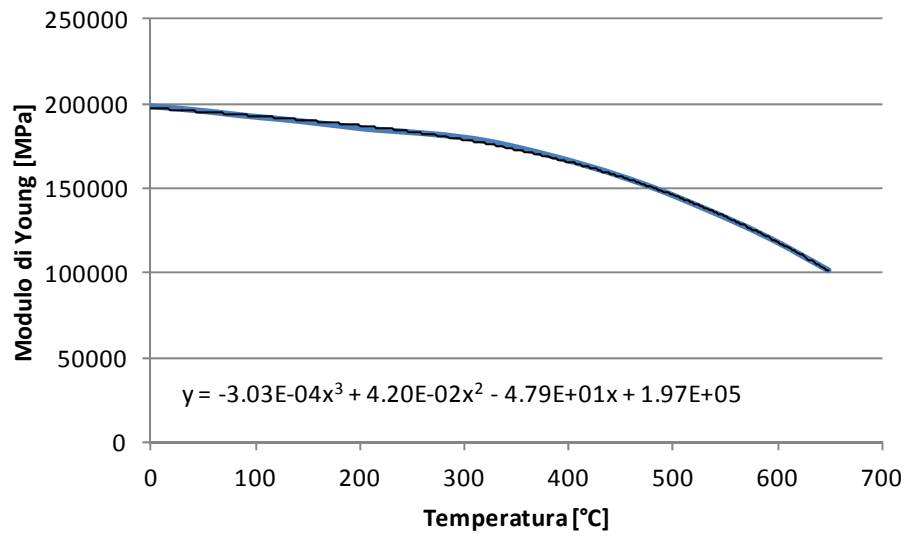

Fig. 3 – Andamento del modulo di Young in funzione della temperatura con curva di best fit polinomiale
- Modulo di Young in funzione della temperatura (vedi Fig. 3)